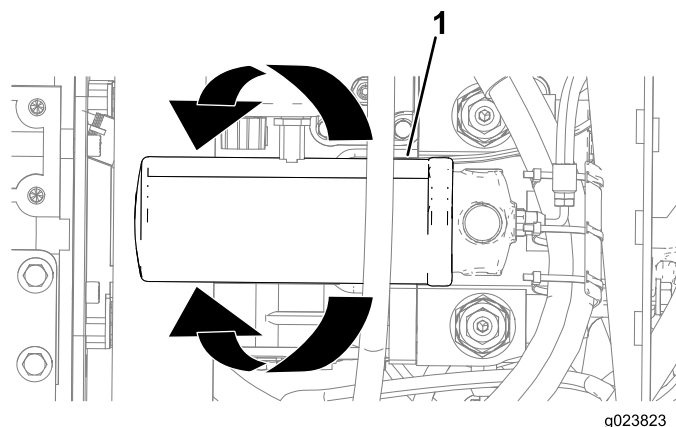

Рисунок 151
3. Поместите сливной поддон или уложите ветошь под фильтр линии нагнетания гидравлической жидкости (Рисунок 151).
4. Поверните фильтр линии нагнетания гидравлической жидкости против часовой стрелки и снимите его (Рисунок 151).
6. Совместите фильтр линии нагнетания гидравлической жидкости с местом его посадки и поверните его по часовой стрелке, пока уплотнение фильтра не войдет в контакт с переходником (Рисунок 151).